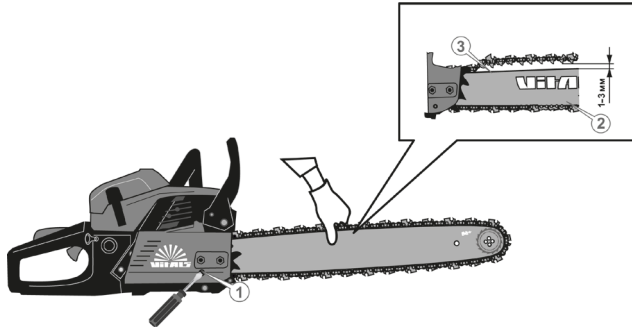

Рисунок 8. Схема перевірки натягу ланцюга.
3. Виміряти зазор між напрямною ланцюга (3, рис. 8) та різальним ланцюгом (2, рис. 8). Зазор повинен бути в межах 1–3 мм, а сам ланцюг повинен легко рухатися від руки уздовж паза шини.
5.1.6.2 Регулювання натягнення ланцюга (рис. 8).
3. Для зміни ланцюга натягу плавно повернути викруткою гвинт регулювання (1, рис. 8) у напрямку стрілки «А» або «Б» (рис. 8), щоб послабити або натягнути ланцюг. Під час обертання гвинта штифт натягу ланцюга рухається в пазу притискної кришки, тягнучи за собою шину та ланцюг.